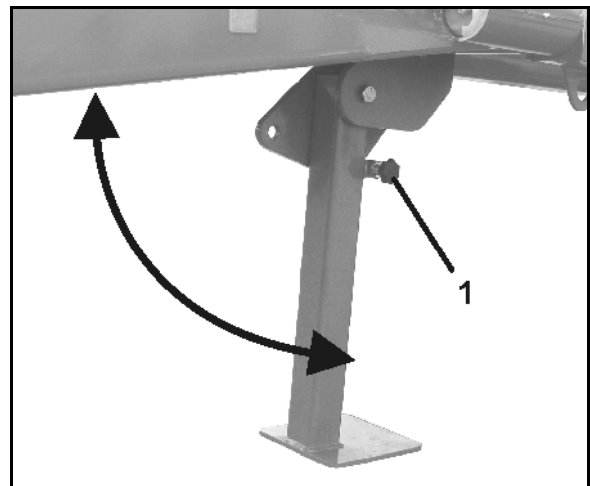

Fig. 36
1. Træk i stjernegrebet (Fig. 36/1).